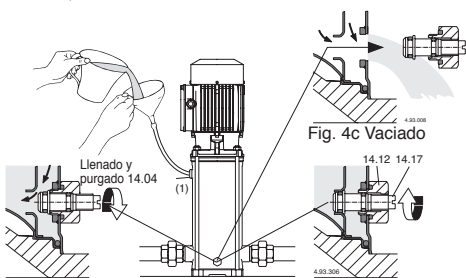

Fig. 4a Relleno:
Durante el llenado tener aflojados los tornillos tipo pasador (14.17) en el tapón de vaciado (14.12) para poner en comunicación la cámara de presión con la cámara de aspiración (fig. 4a).
- 4. Desconectar el cable de la caja de bornes, sacar los tornillos (70.18) con las tuercas (70.19), y desmontar el motor del manguito (64.22) (**fig. 4a**).